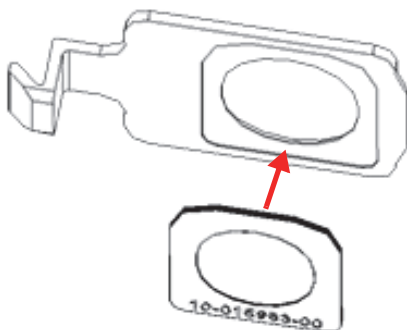

**Рис. 4-7 Снятие пленки с подложки**
1. Извлеките окно из упаковки и снимите материал подложки (Рис. 4-7 на стр. 66).